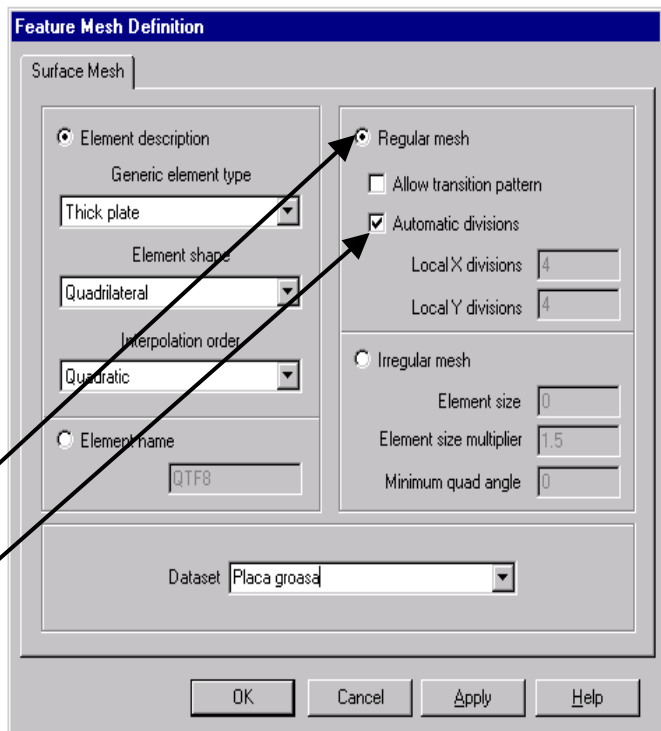

Fig. 9
- în caseta de dialog se alege elementul finit de placă groasă (**Thick plate**) (fig. 9)